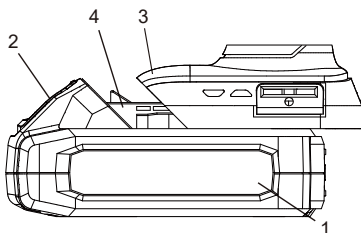

Fig. 3
1. Retirez la batterie déchargée (1) de la perceuse en enfonçant le bouton de dégagement (2) de la batterie vers le bas et en faisant glisser la batterie vers l'arrière jusqu'à ce qu'elle soit dégagée de la poignée (3) de la perceuse (figure 3).
2. Faites glisser la batterie entièrement chargée sur les clés correspondantes (4) dans la poignée de la perceuse, là d'où la batterie déchargée a été retirée.